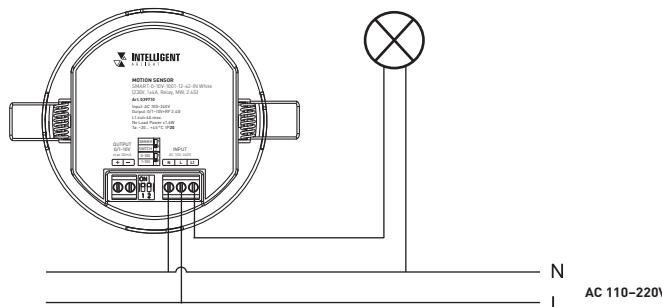

Рис. 2. Схема подключения датчика движения к недиммируемому источнику света [с использованием релейного выхода 230 В]
3.2. Подключите устройство согласно схемам, приведенным на рис. 2, 3 или 4.